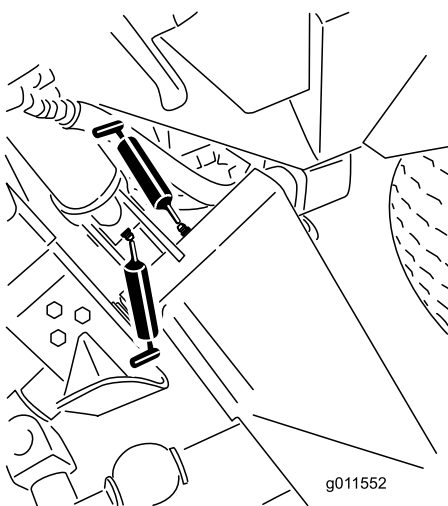
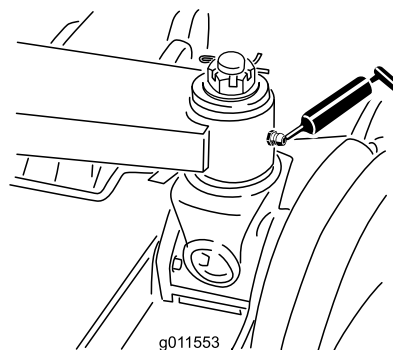

Рисунок 82
Рисунок 83
- Втулки главных подъемных рычагов (6 шт.) (Рисунок 82и Рисунок 83)